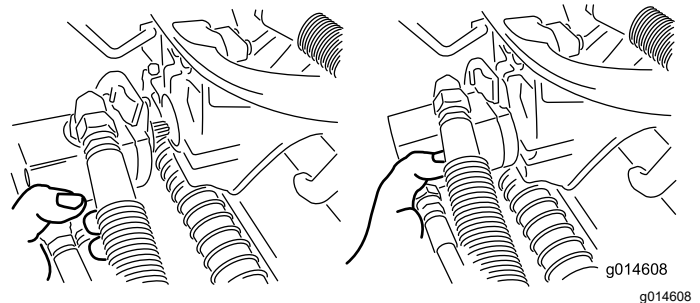

Bild 52
3. Legen Sie den Motor am Aufbewahrungsort vorne am Aufhängearm ab (**Bild 52**).